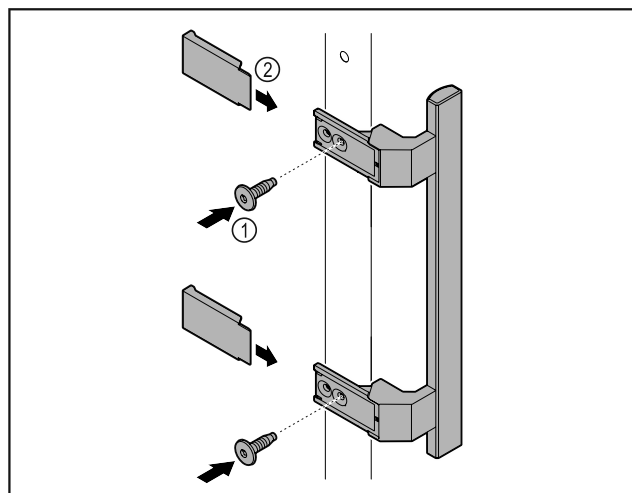

Fig. 42
- Montare sulla porta la maniglia contenuta nella confezione con le viti annesse Fig. 42 (1).
- Applicare la copertura Fig. 42 (2).